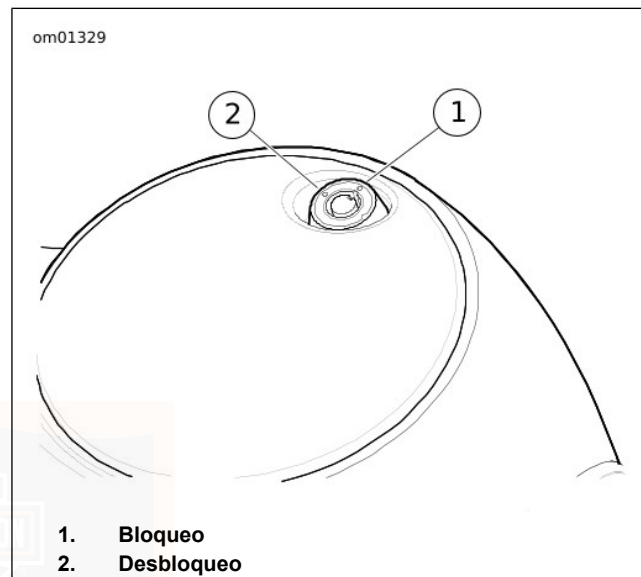

Figura 18. Puerta de combustible
- *Vea Figura 18. En todos los demás modelos, la tapa de llenado de combustible está debajo de una puerta de seguridad. Use la llave de encendido para desbloquear la puerta de combustible. La tapa de llenado de combustible debe cerrarse completamente antes de cerrar la puerta de combustible.*